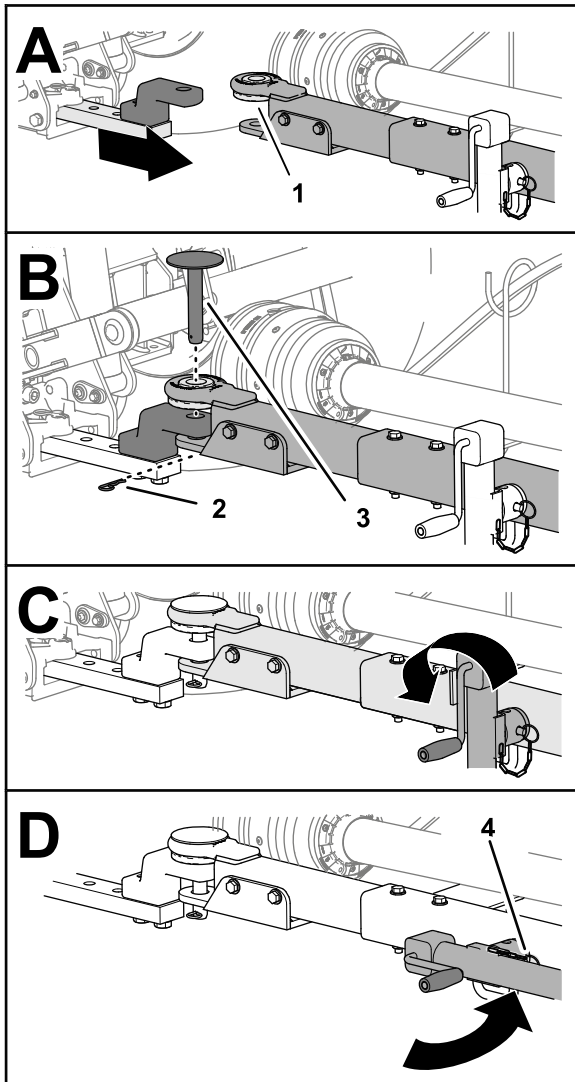

Figura 23
- Si el cortacésped tiene una barra de tiro de pasador, inserte el pasador de enganche a través de los taladros en la barra de tiro y la barra de tracción y fije el pasador con la chaveta (Figura 23).
6. Eleve totalmente el gato (Figura 23).
7. Retire el pasador que fija el gato a la barra de tiro, gire el gato en sentido horizontal y fije el gato a la barra de tiro con el pasador (Figura 23).